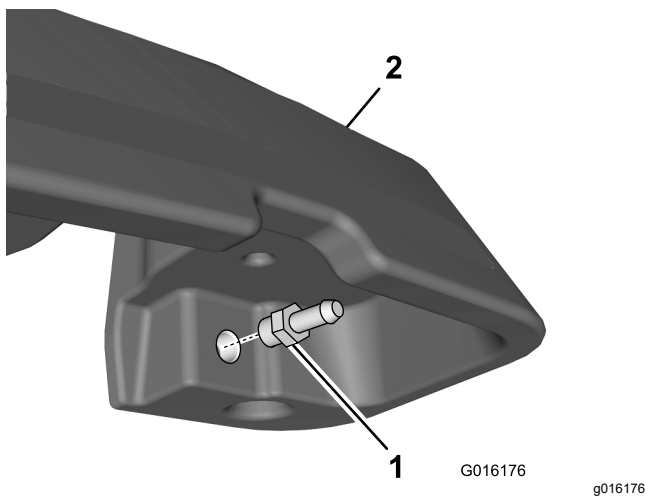

図 10
13. ストレート油圧継手をリークディテクタタンクの下側の開口部に取り付ける 図 10。